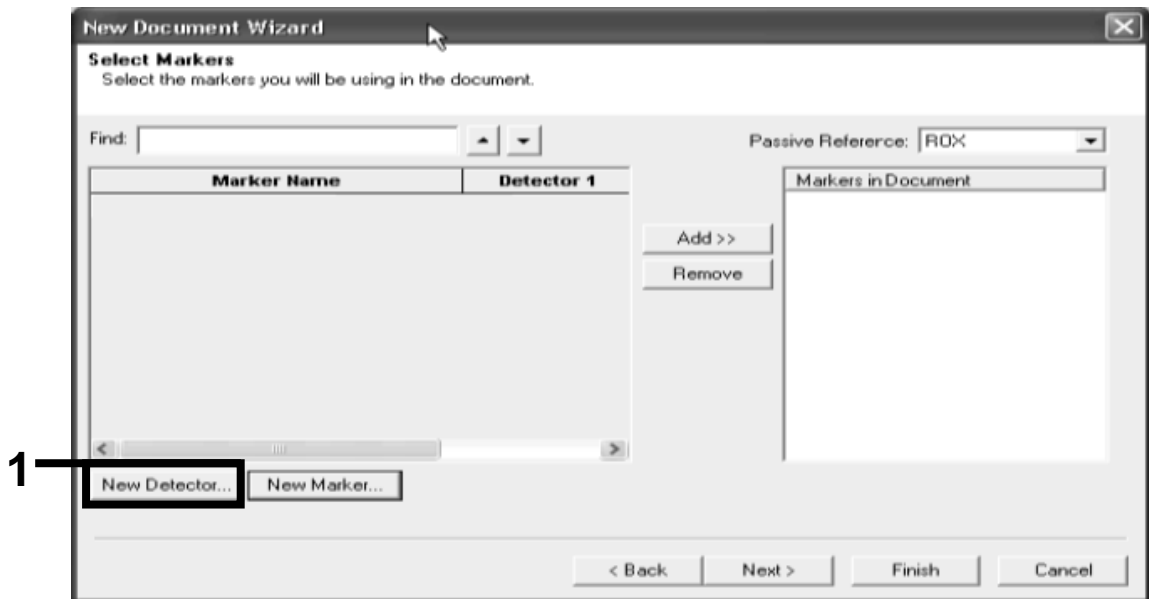

Ilustración 14. El panel "Markers in Document" (Marcadores del documento) no contiene un marcador adecuado para la aplicación.
15. Para crear detectores y marcadores, proceda como se indica a continuación. Haga clic en "New Detector" (Nuevo detector) (ilustración 14).
18. Haga clic en "New Marker" (Nuevo marcador) en el cuadro de diálogo "Select Markers" (Seleccionar marcadores) (consulte la ilustración 14).